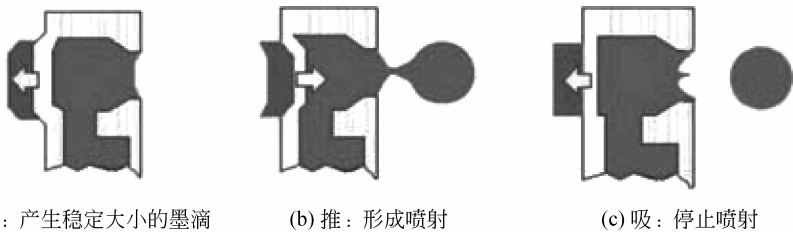

图 3.11 微压电晶体喷射墨滴过程
压电喷墨技术也称微压电喷墨技术,属于常温常压打印技术。如图 3.11 所示,微压电技术把喷墨过程中的墨滴控制分为 3 个阶段:①在喷墨操作前,压电元件首先在信号的控制下微微收缩;②元件产生一次较大的延伸,把墨滴推出喷嘴;③在墨滴马上就要飞离喷嘴的瞬间,元件又会进行收缩,干净利索地把墨水液面从喷嘴收缩。